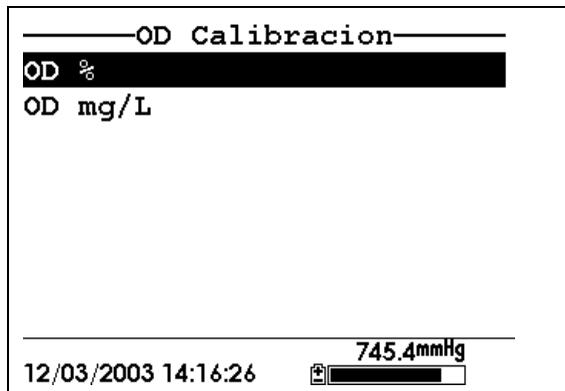

Imagen 6.7 Pantalla de Calibración de oxígeno disuelto
10. Presione **Enter**. Le devolverá a la pantalla de calibración de Oxígeno Disuelto. Ver *Imagen 6.7 Pantalla de Calibrado de Oxígeno Disuelto*.
10. Presione **Enter**. Esto le devolverá a la pantalla de Calibración de Oxígeno Disuelto. Ver Imagen 6.7 Pantalla de Calibración de Oxígeno Disuelto.